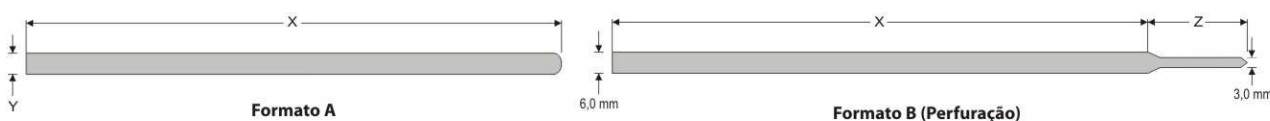
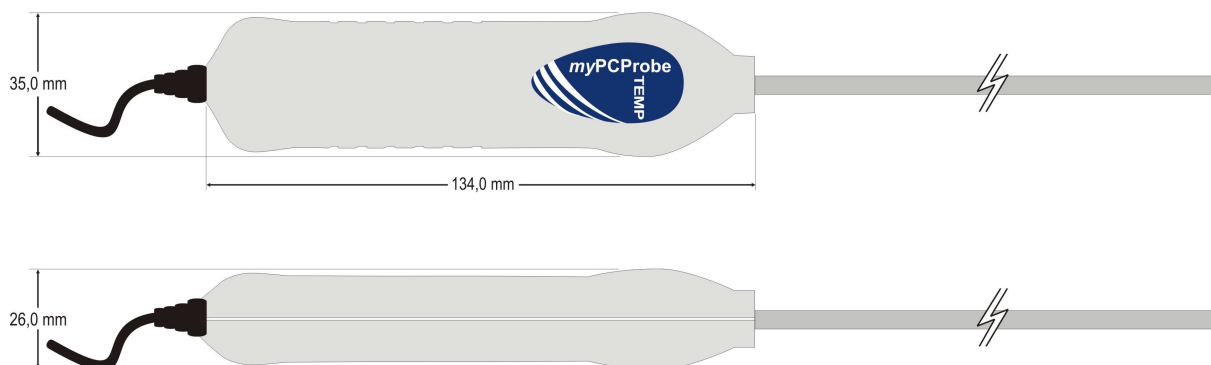

Figura 01 - Formatos disponíveis de hastes
Figura 02 - Dimensões do modelo TEMP
- **Dimensões:** Ver Figura 02, assim como a Figura 01 e a Tabela 01.